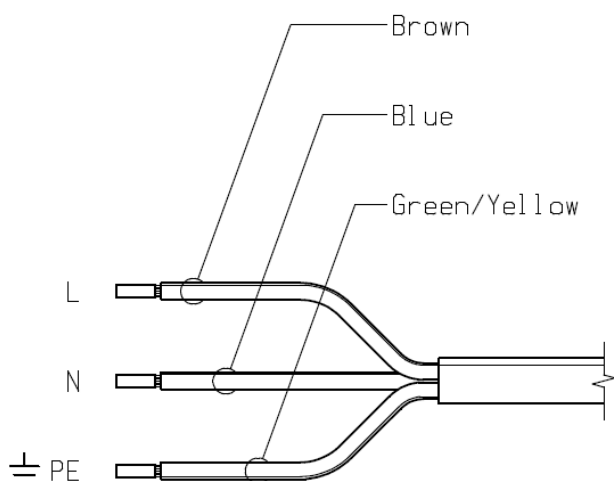

Fig. 2 Aansluiten netsnoer
- Sluit het aansluitsnoer aan als aangegeven in fig. 2, of monteer een stekker.